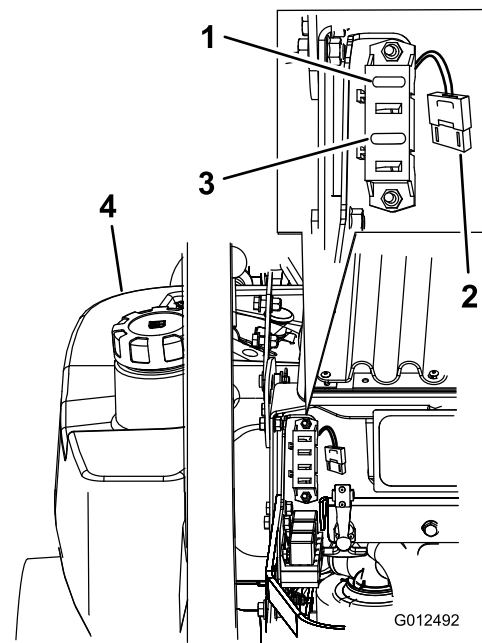

Figura 71
1. Sbloccate il cofano del motore ed alzate lo per accedere al portafusibili (Figura 71).
3. Montate un fusibile nuovo (Figura 71).